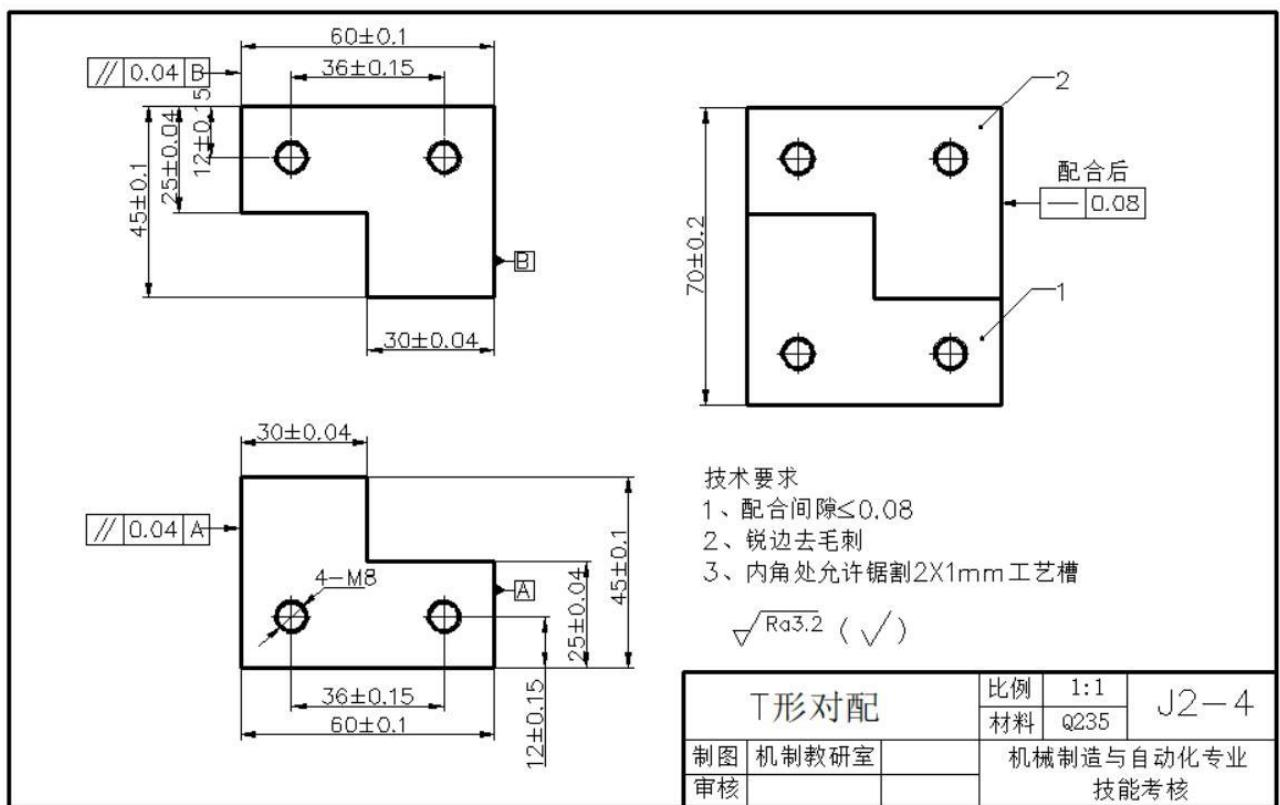

图 J2-4-1 T 型对配
- 3) 根据零件图 J2-4-1 的要求完成凸、凹零件的加工与配锉加工。去毛刺，倒棱角 C0.3，配合面不允许倒角，不准使用专用工、夹具加工和抛光；